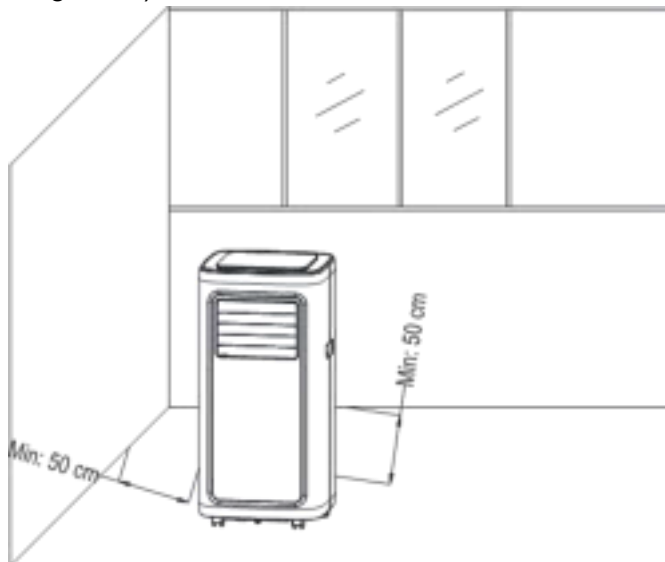

Bild 4
- 4.1. Stellen Sie das Gerät mit installiertem Wärmerohr und Fensterbeschlägen an einen Ort, an dem der Abstand zwischen dem Gerät und Wänden oder anderen Gegenständen mindestens 50 cm beträgt (wie in Abbildung 4 dargestellt).